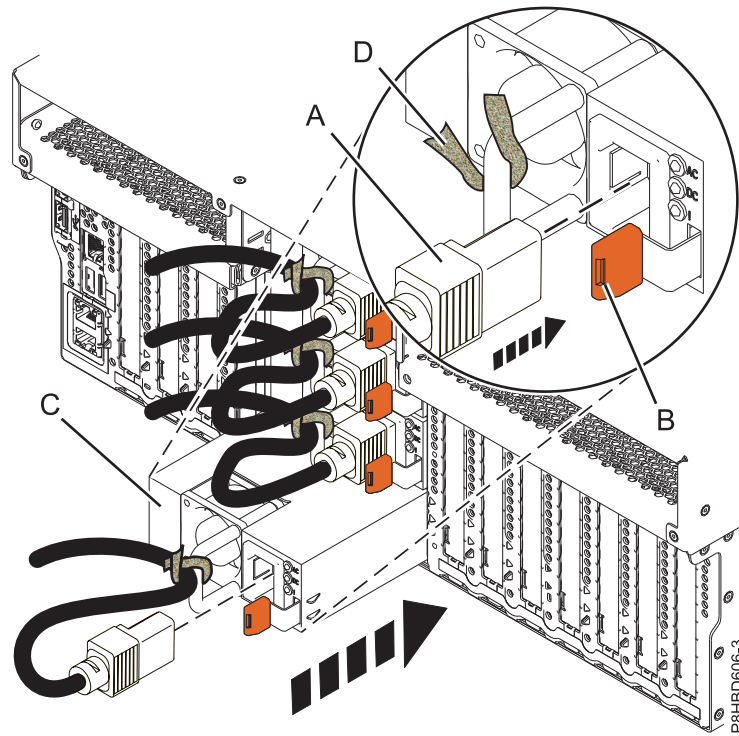
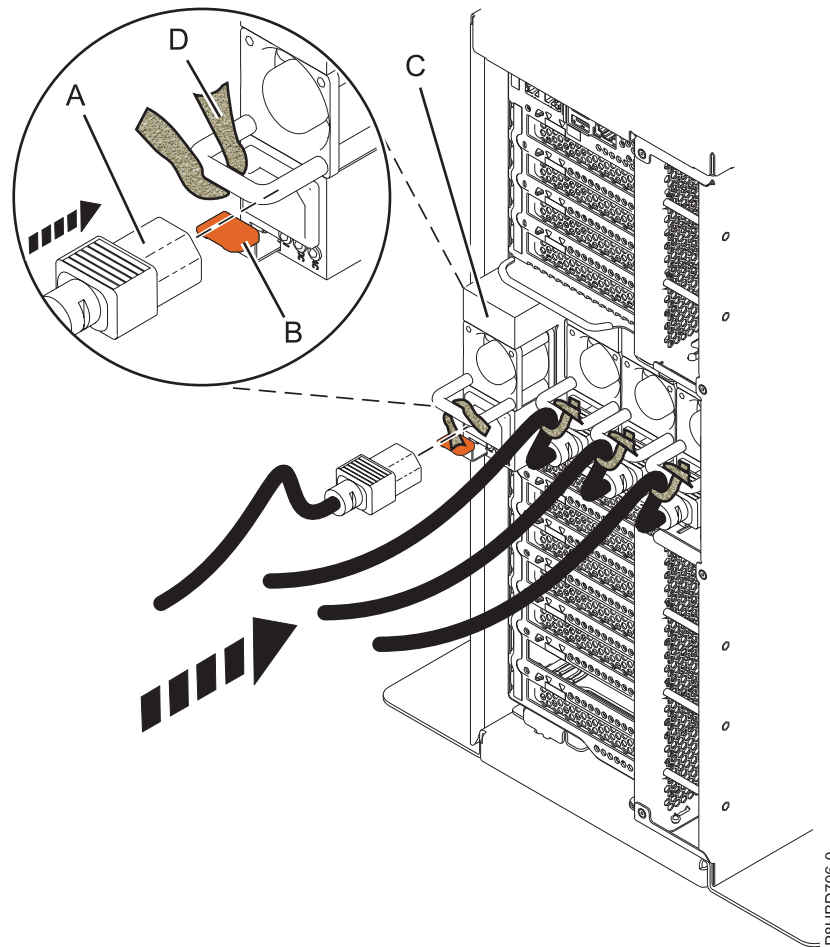

Abbildung 9. Austausch eines Netzteils in einem Einschubsystem
Abbildung 10. Austausch eines Netzteils in einem eigenständigen System
3. Richten Sie das Netzteil (C) auf die Position aus und schieben Sie das Netzteil in das System, bis die terrakottafarbene Verriegelung (B) einrastet, wie in Abb. 9 auf Seite 11 für ein Einschubsystem und Abb. 10 auf Seite 12 für ein eigenständiges System.
4. Verbinden Sie das Netzkabel (A) mit dem Netzteil (C), wie in Abb. 9 auf Seite 11 für ein Einschubsystem und Abb. 10 für ein eigenständiges System.
5. Verwenden Sie den Klettverschluss (D), um das Netzkabel am Netzteilgriff zu befestigen, wie in Abb. 9 auf Seite 11 für ein Einschubsystem und Abb. 10 für ein eigenständiges System.